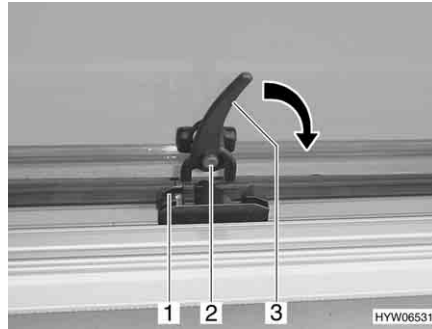

Bild 72 Verriegelungshebel in Stellung "geöffnet"
- Sicherungsknopf (Bild 72,2) drücken und gedrückt halten.
- Den Verriegelungshebel (Bild 72,3) in Pfeilrichtung eine viertel Umdrehung zum Fensterrahmen hin drehen.
- Den Verriegelungshebel (Bild 72,3) eine viertel Umdrehung zur Fenstermitte hin drehen.
- Den Verriegelungshebel entgegen dem Uhrzeigersinn drehen. Die Verriegelung dabei in die linke Öffnung (Bild 72,1) im Verriegelungsblock einfahren (Bild 73).
- Sicherungsknopf (Bild 72,2) loslassen.